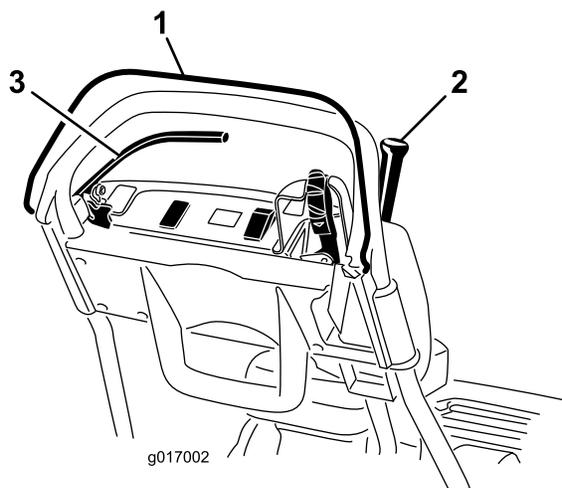

Figura 31
2. Tentate di innestare la leva della trazione con l'OPC rilasciato (Figura 31). La leva della trazione non deve innestarsi. Se la leva della trazione si innesta, il sistema di sicurezza deve essere revisionato. Rettificate il problema prima di utilizzare il tosaerba.
3. Tenete premuto l'OPC e la leva della trazione innestata per rilasciare l'OPC stesso (Figura 31). La leva della trazione deve disinnestarsi. Se la leva della trazione non si disinnesta, il sistema di sicurezza deve essere
4. Tenete premuto l'OPC e la leva del cambio spostata a sinistra per innestare il comando della trazione e trasmissione del cilindro e rilasciare l'OPC stesso (Figura 31). La leva della trazione deve disinnestarsi. Se la leva della trazione non si disinnesta, il sistema di sicurezza deve essere revisionato. Rettificate il problema prima di utilizzare il tosaerba; fate riferimento a Revisione del microinterruttore di sicurezza della trazione \(pagina 35\).